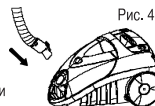

Рис. 4
3. Установите гибкий шланг в отверстие входа воздуха в верхней части пылесоса. Нажмите на шланг, вдавливая его в отверстие до щелчка. (См. рисунок 4).